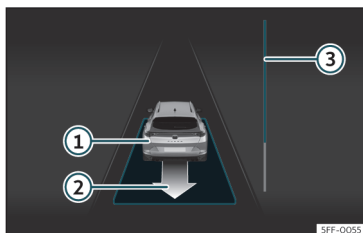

Abb. 182 Am Bildschirm des Kombi-Instruments: parallel zur Fahrbahn ausparken.
- Fahren Sie rückwärts, bis das Dauertonsignal des ParkPilot ertönt; **ODER:** fahren Sie zurück, bis am Bildschirm des Kombi-Instruments die Anzeige zur Vorwärtsfahrt erscheint. Die Fortschrittsanzeige »» **Abb. 182 ③** zeigt den zurückzulegenden Abstand an»» Seite 296.